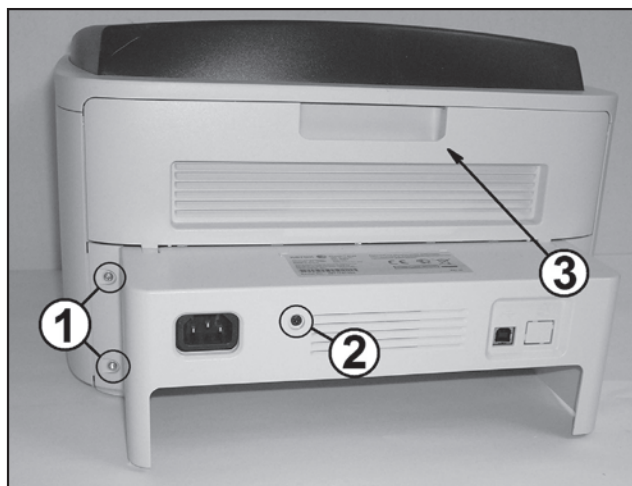

Рис. 4
Во всех рассматриваемых моделях автомагнитол применен механизм привода дисков DP33U8BV (внешний вид показан на рис. 4), его Part No DP-12685Z01 DP33U8BV. Этот механизм применяется и в целом
4. Располагают принтер задней стороной к себе. Откручивают четыре самореза крепления задней крышки: два с правой (1 на рис. 3) и два с левой (1 на рис. 4) стороны. Далее откручивают винт (2 на рис. 4), открывают крышку (3) узла термозакрепления, аккуратно перемещают заднюю крышку к себе и снимают ее в сборе с крышкой узла термозакрепления с принтера.